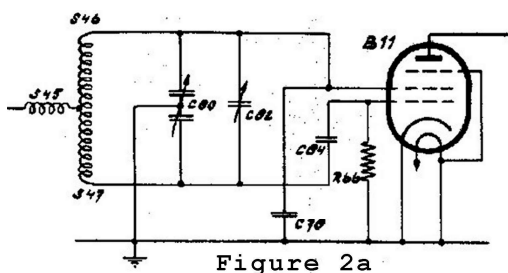

Figure 2a
2) Le détail de l'oscillateur est montré sur les figures 2a & b. Le signal incident est appliqué sur la bobine S46-S47 dont le point milieu est connecté à S45. Ce montage symétrique empêche, entre autres, que le signal de l'oscillateur ne remonte vers l'amplificateur d'entrée, puis soit rayonné par l'antenne. Le condensateur C78 sert à compenser la capacité du tube Cg1/K et le condensateur C34 assure la liaison avec la grille de commande du tube oscillateur B11. L'oscillation se produit entre la grille de commande et l'écran, tandis que le signal d'entrée HF est fourni à B11 via S45 après amplification par B10. Le mélange des signaux s'effectue électroniquement dans B11.